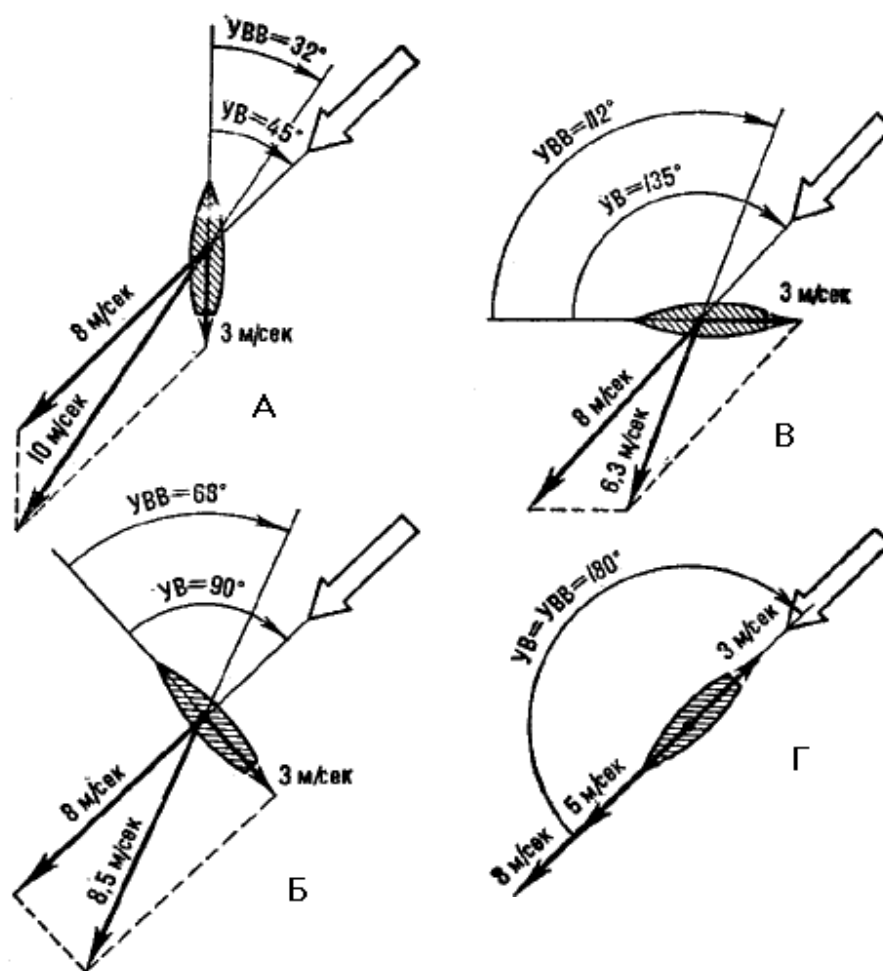

Рис. 90. Вымпельный ветер на разных курсах
Известно, что скорость яхты растет медленнее, чем скорость истинного ветра. Следовательно, разница между углами ветра истинного и вымпельного уменьшается с увеличением скорости ветра. В этом легко убедиться. Рассмотрев **рис. 90** и **91**, мы можем сделать следующие выводы:
Обратимся к **рис. 90**. В положении *a* яхта идет с углом истинного ветра (UB) 45° со скоростью около 3 м/сек при ветре 8 м/сек. Скорость вымпельного ветра есть геометрическая сумма скоростей истинного и курсового ветров и в этом случае равна примерно 10 м/сек, а угол вымпельного ветра (UBB) составляет около 32° . Скорости и углы вымпельного ветра для углов истинного ветра $90, 135$ и 180° показаны на положениях *б, в, г*.